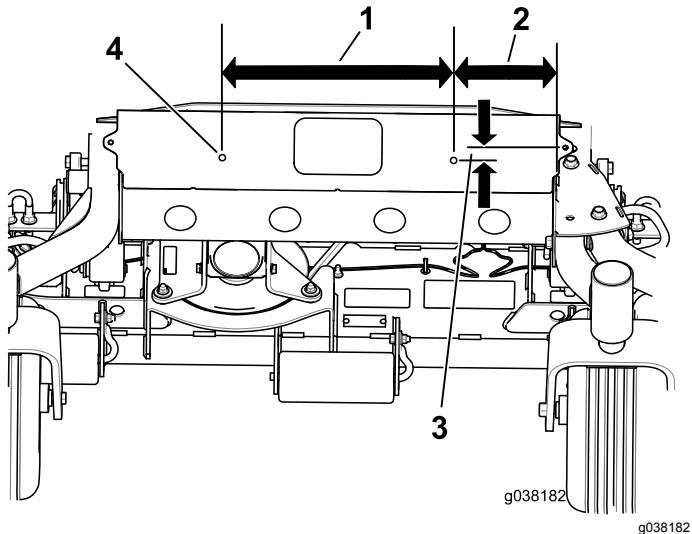

Figure 2
2. Percez les trous comme montré à la Figure 2.